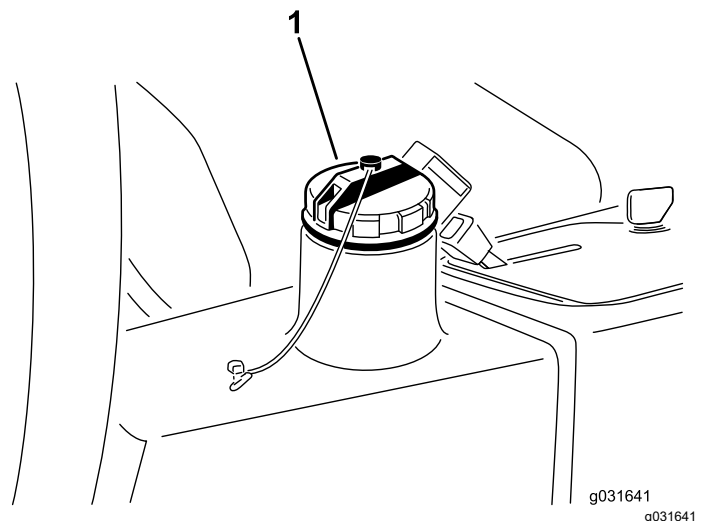

Bild 66
4. Füllen Sie den Behälter (Bild 66) mit ca. 13,2 Liter Hydrauliköl, siehe Hydrauliköl – technische Angaben \(Seite 59\) und Prüfen des Hydraulikölstands \(Seite 59\).